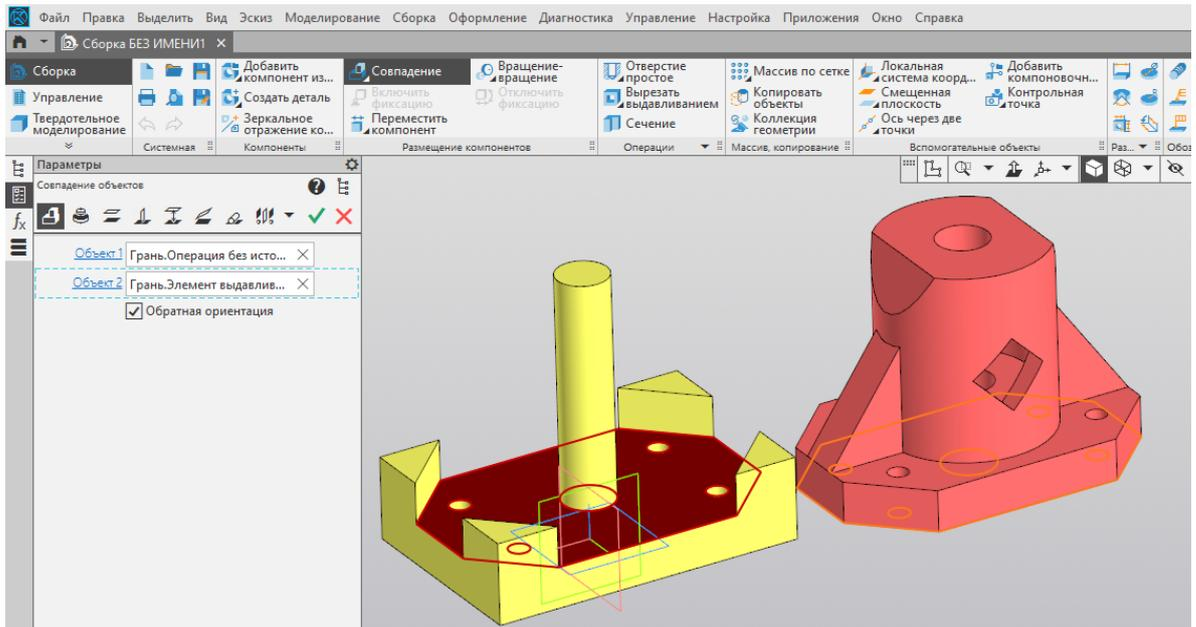

Рис. 55
7. Совпадать должна верхняя грань основания и нижняя грань корпуса (рис. 55).